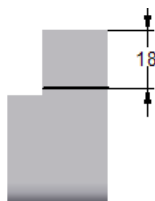

图 4.1.17 绘制折弯线
(2) 绘制图 4.1.17 所示的折弯线。
(3) 单击“主页”操控板中的“关闭草图”按钮 。